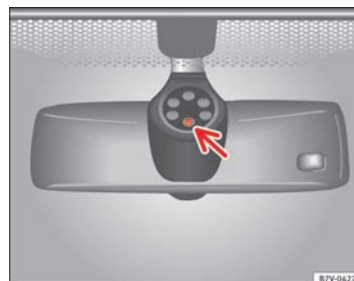

Fig. 69 Superficie sensible del sensor de lluvia.
Las posibles causas de anomalías e interpretaciones erróneas en la zona de la superficie sensible ⇒ fig. 69 del sensor de lluvia son, entre otras:
- Limpie regularmente la superficie sensible del sensor de lluvia y compruebe posibles daños en las escobillas ⇒ fig. 69 (flecha).